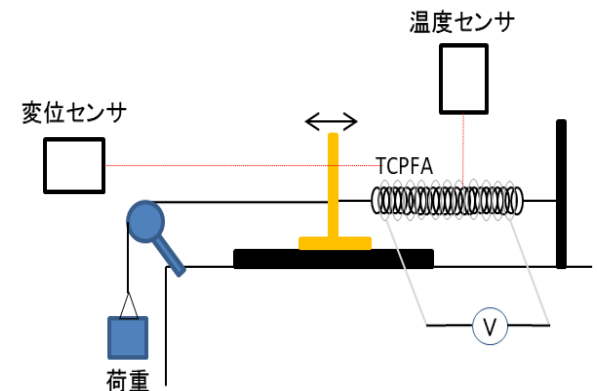

図2 実験装置
- ・ 本発表では, TCPFの温度依存ひずみ履歴現象についての説明と実験(図2)結果を紹介する